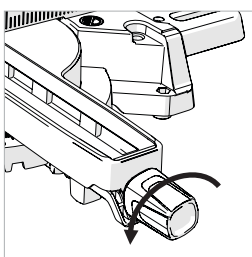

Fig. 42
- Lossa geringshandtagets låsknapp (**Fig. 42**) genom att vrida låsknappen moturs.